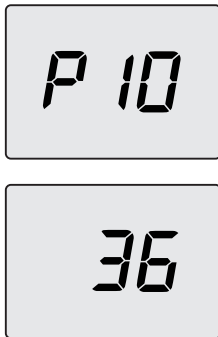

Figura 5.41
- Desplace los parámetros mediante los botones 13 o 14 hasta que aparezcan en el display LCD las letras **P10** que se alternan con el valor del parámetro, indicando que se ha entrado en el "parámetro 10" (Figura 5.41).
- Pulsando simultáneamente los botones 12 y 13 (Figura 5.39) se sale sin modificar el valor (se vuelve a la lista de parámetros Figura 5.41)